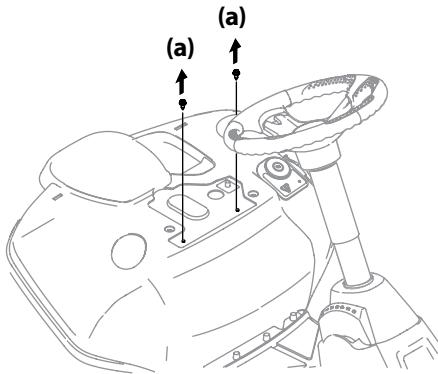

Figura 2-5
- Extraiga los dos pernos autorroscantes (a) instalados en fábrica en el montable. Consulte la Figura 2-5.